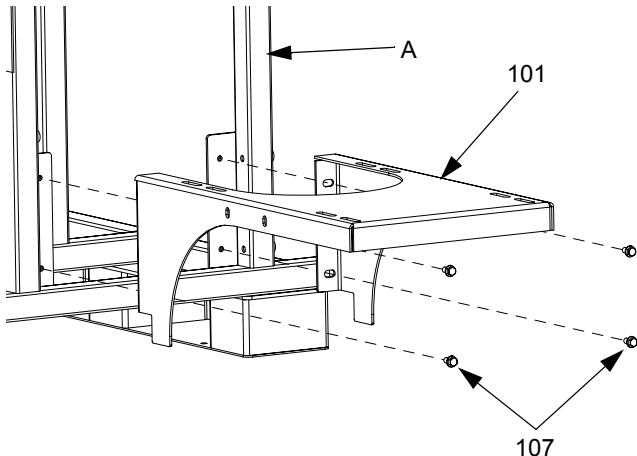

Рис. 3: Боковые части рамы
1. Монтаж бункеров (D) по бокам рамы (A). См. стр. Рис. 3.
- a. Прикрепить главный кронштейн (101) к раме (A) с помощью винтов (107).